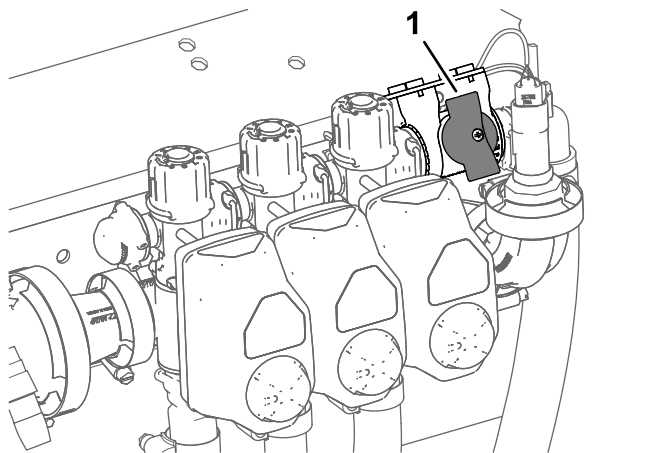

图 28
2. 将喷洒臂段旁通切断阀的旋钮转至已关闭位置 **图 28**。